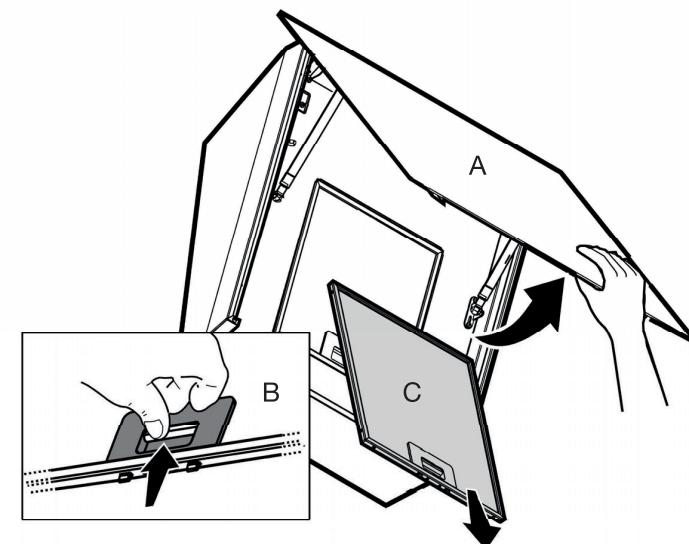

Abbildung 5
2. Zum Entfernen des Fettfilters (Abb. 5) drücken Sie die Glasplatte nach oben (A), die Lasche des Filters nach hinten (B) und lösen Sie den Filter, indem Sie ihn nach unten ziehen (C).